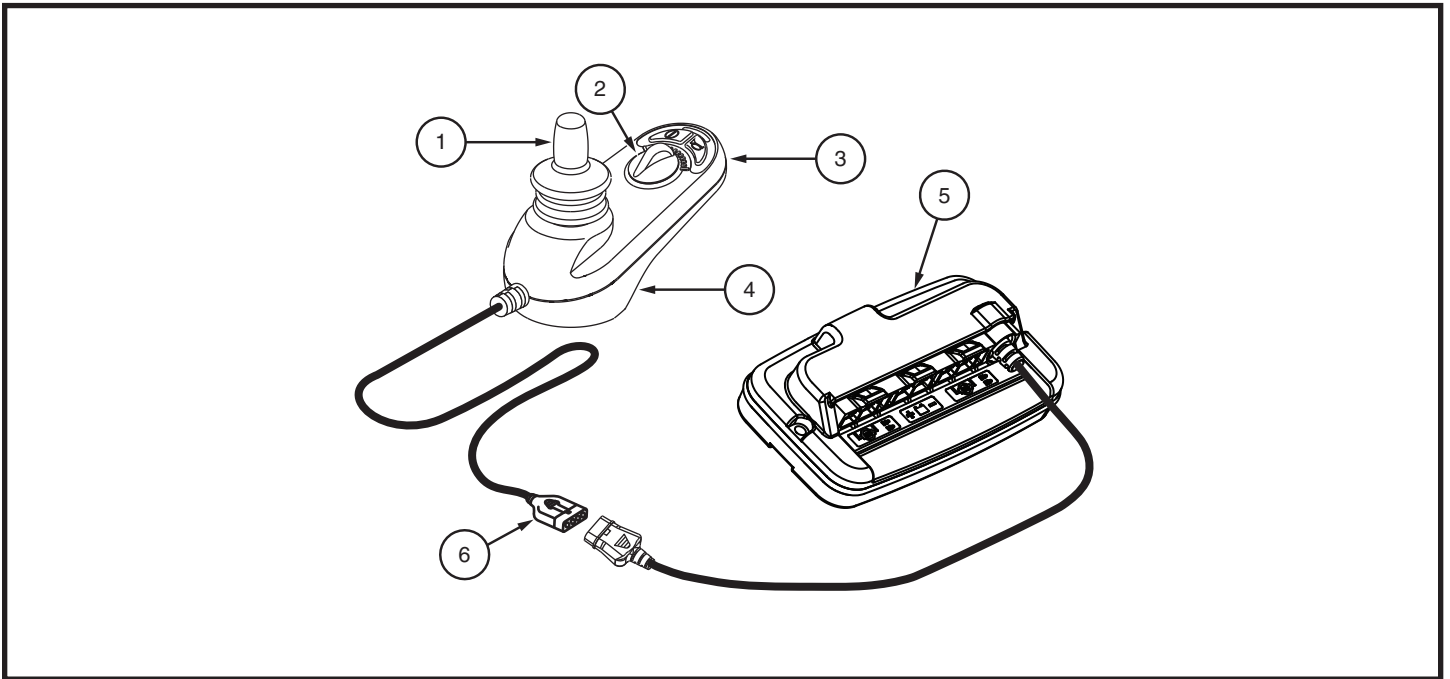

Figure 2. Contrôleur GC3
**Le système du contrôleur GC3 est composé de (voir la figure 2):**